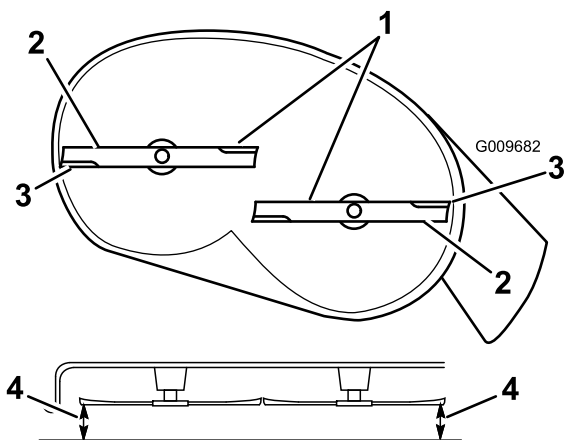
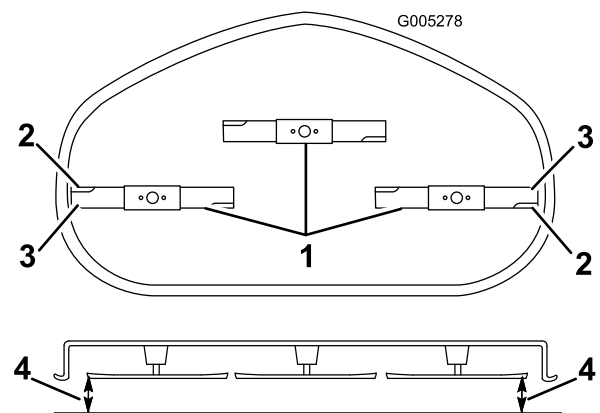

Figura 50
Figura 51
- Girate con cautela le lame in modo che siano disposte tutte lateralmente (Figura 50 e Figura 51).
- Misurate la distanza tra i taglienti esterni e la superficie piatta (Figura 50 e Figura 51). Se entrambe le misure non rientrano nella tolleranza di 5 mm è necessario regolare; proseguite l'operazione.